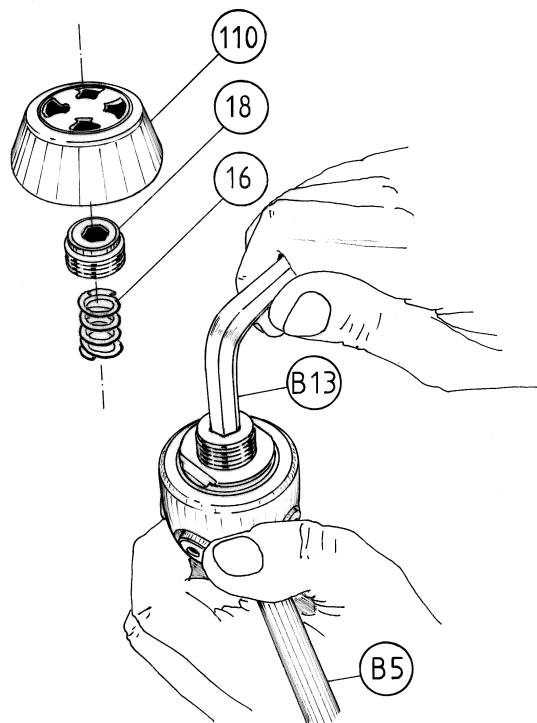

FIG. 4
12. Extraiga el asiento de la válvula (75) del cuerpo de la Primera Etapa, y quite el O-Ring (74).
13. Con la llave hexagonal (B-13), destornille la tuerca de regulación (18) y extraiga el muelle (16). (Fig. 4)